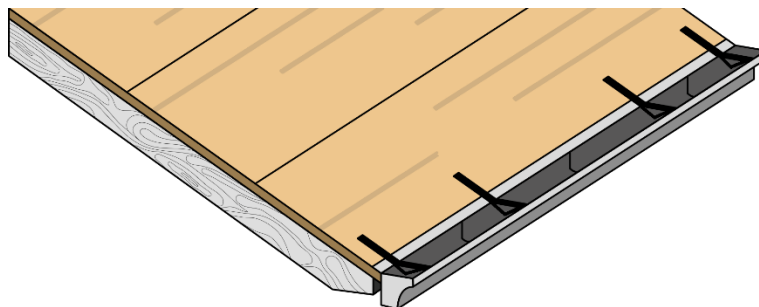

Fig. 2 - Installazione dei canali di gronda
- Prima di iniziare la posa delle tegole canadesi, installare i canali di gronda o i gocciolatoi in copertura e fissarli in maniera adeguata al sottofondo, attraverso dei tiranti – Fig. 2.